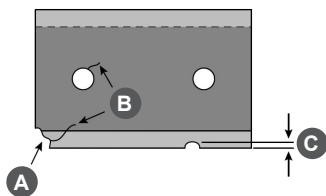

Рис. 28 Проверка состояния ножа
- Осмотрите ножи. Если у ножа имеются: сколы углов (А), трещины (В) и вмятины (С) глубиной более 1,5 мм – нож необходимо заменить (Рис. 28).